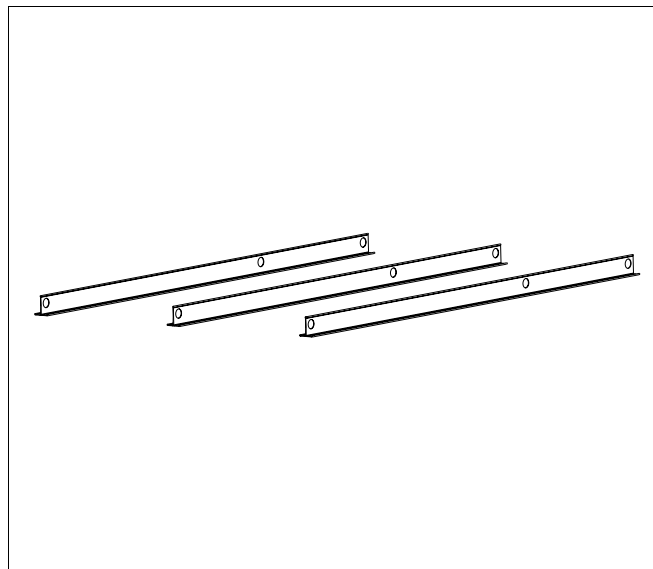

Abb. 26 T-Profile des Grundrahmens – senkrechte Ausführung
- Legen Sie die drei benötigten T-Profile für einen Kollektor (Abb. 26) im Abstand von ca. 500 mm nebeneinander hin.